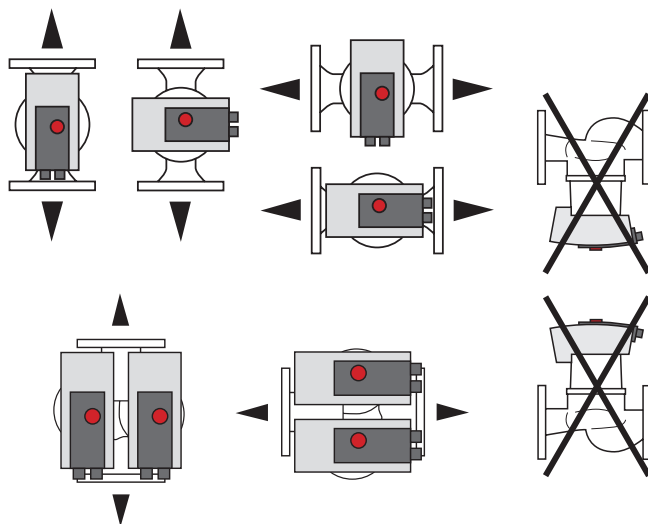

Fig. 4: Přípustné instalační polohy
1. Prověřte přípustné instalační polohy → Fig. 4.